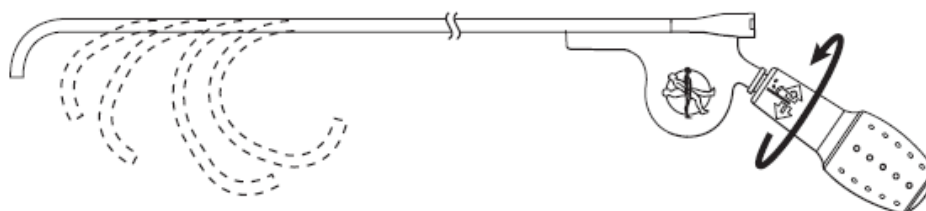

Figura 1. Arqueamiento y enderezamiento del catéter flexible
2. Compruebe que el catéter flexible se arquea correctamente girando el mango hacia la derecha (Figura 1). Cada vez que se gira el mango, la sección distal se arquea un poco más. Cuando se deje de girar, la sección distal mantendrá un grado de arqueamiento equivalente a las veces que se ha girado el mango.